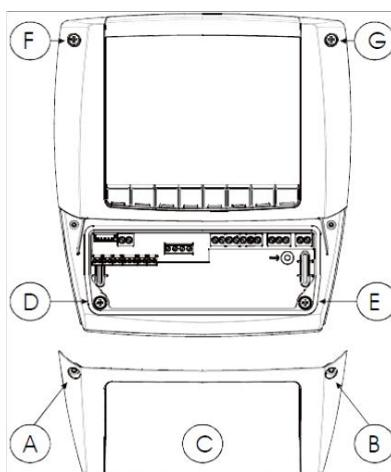

FIG. 1
1. Skru opp de 4 skruene foran (Fig. 1, A, B, F, G) og fjern dekselet (Fig. 1, C).
2. Skru opp de 2 skruene (Fig. 1, D, E) som holder de fremre og nedre delene av regulatoren samlet, og separerer de to delene.
7. Monter fremre del med de 4 skruene (Fig. 1, D, E, F, G). (ikke press hardt da dette kan resultere i deformasjon av plastikken).
2. Skru opp de 4 skruene i front (Fig. 1, A, B, F, G) og fjern dekselet (Fig. 1, C).
3. Skru opp de 2 skruene (Fig. 1, D, E) som holder de fremre og nedre delene av regulatoren samlet, og separerer de to delene.
8. Sammenfør deler foran og bak med panelet i midten, og fest dem ved å skru de 4 skruene fra tidligere (dimensjoner 4x35 mm) i hullene på Fig. 1, A, B, D, E. Maksimal tykkelse på panel: 6 mm.